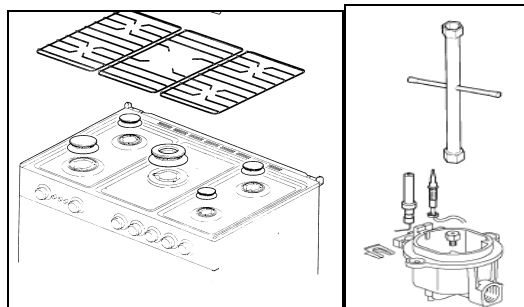

Fig 4 Fig.5
- 2) Enlever les grilles de la table de cuisson (Fig.4)
- 3) Enlever les brûleurs (Fig.4)